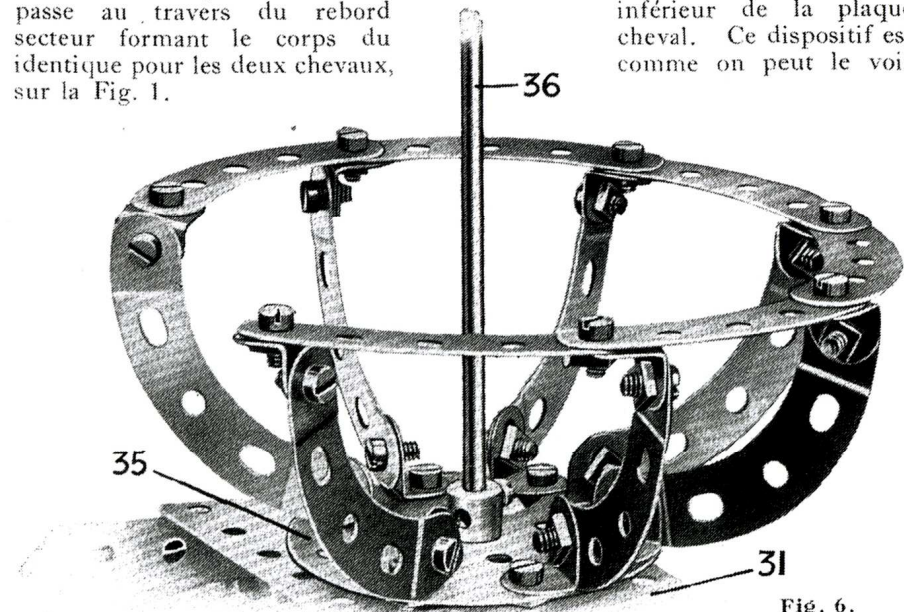

Fig. 6. Voiture tournante.
Chaque voiture pivotante (Fig. 6) comprend un plateau central (35) sur lequel sept bandes incurvées de petit rayon de 6 cm. sont fixées par des équerres. Six bandes incurvées de 6 cm. de grand rayon attachées aux extrémités supérieures des bandes incurvées de petit rayon forment un dossier pour les occupants de la voiture. Une tringle de 29 cm. (36) fixée dans la bosse du plateau central, pénètre dans des supports, formés de la plaque sans rebords de 14x6 cm. (31) et dans une équerre (27) boulonnée à l'une des bandes 18. Cette tringle (36) passe au travers du trou central transversal d'un accouplement (37) dans le trou axial duquel pénètre une extrémité de la tringle (24). La tringle (36) est supportée dans l'accouplement (37) par un collier (38) ainsi que par un second collier avec vis d'arrêt fixé entre le plateau central (35) et la plaque sans rebords (31).